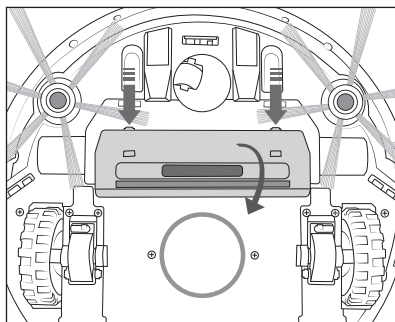

Fig. 12
- 1) Presione los dos botones de desencastre para desmontar la cubierta **20** del orificio de aspiración **19** y retírela del aparato (consulte la fig. 12).